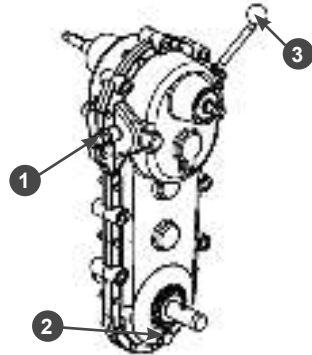

Рис. 21 Обслуживание коробки передач
3. Выкрутите болт контрольного/маслозаливного отверстия (1) Рис. 21.
4. Выкрутите болт сливного отверстия (2) Рис. 21 и слейте отработанное масло в подготовленную для этого емкость.